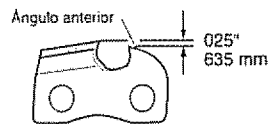

Figura 25 - Redondeo del ángulo anterior de la medida de profundidad
3. Retire el calibrador de medida de profundidad. Utilice una escofina plana para redondear la esquina frontal de la medida de profundidad del elemento de corte (vea la Figura 25)